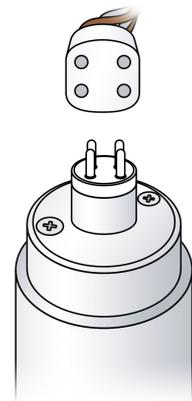

图3
- 将灯管连接器插入紫外线灯尾端, 确保连接器与插针正确对齐(参见前页图3)。